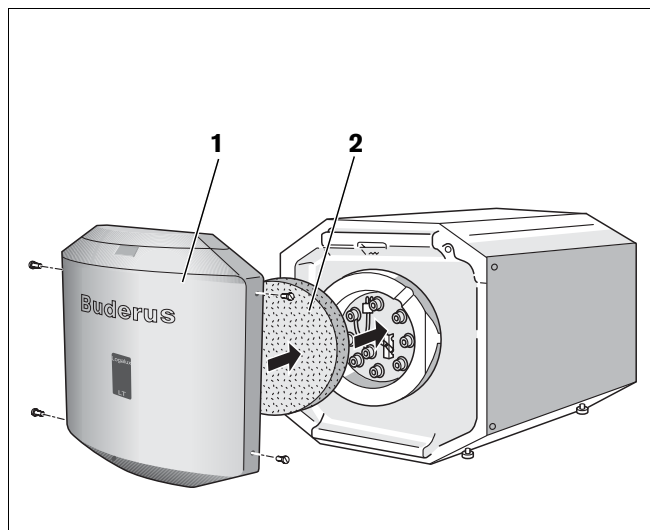

Fig. 12 Monter l'isolation thermique et la paroi avant
- Mettre l'élément de l'isolation thermique (fig. 12, **pos. 2**) en place devant le couvercle de la trappe de visite.
- Mettre la paroi avant en place (fig. 12, **pos. 1**) et fixer à l'aide de 4 vis.